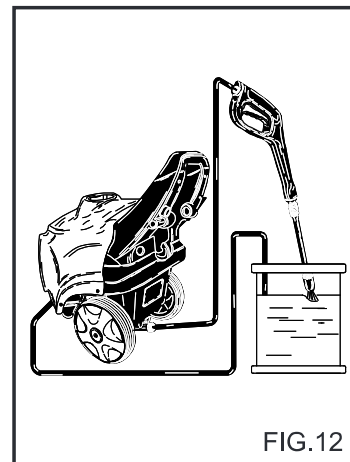

FIG.12
**OPERACIONES PARA EL USO DEL ANTIHILO (fig. 12).**